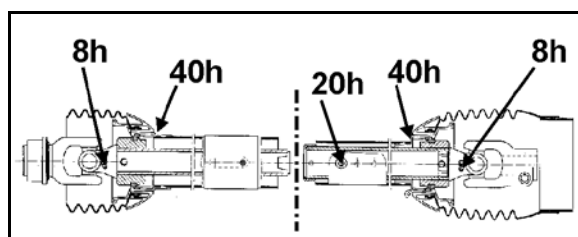

Fig. 134
2. Demonter og rengjør sugefilteret (Fig. 134/1). Les mer om dette på side 165.
- 5.1 Tøm trykkfilteret (Fig. 134/2) gjennom kranen **C**.
6. Skru tilførselsslangen (Fig. 135/1) av reguleringsventilen. Tilførselsslangen (Fig. 135/1) forbinder VARIO-koblingen - trykksiden (Fig. 134/**B**) med sugearmaturen.
7. Skru returslangen (Fig. 135/2) for seksjonsarmaturen av VARIO-koblingen - sugesiden (Fig. 134/**A**).
9. Ta slangen for innvendig rengjøring (Fig. 135/3) av VARIO-koblingen - trykksiden (Fig. 134/**B**).
14. Skifte alle VARIO-koblingen sugesiden (Fig. 134/**A**) og VARIO-koblingen trykksiden (Fig. 134/**B**) flere ganger mellom alle koblingsstillingene.